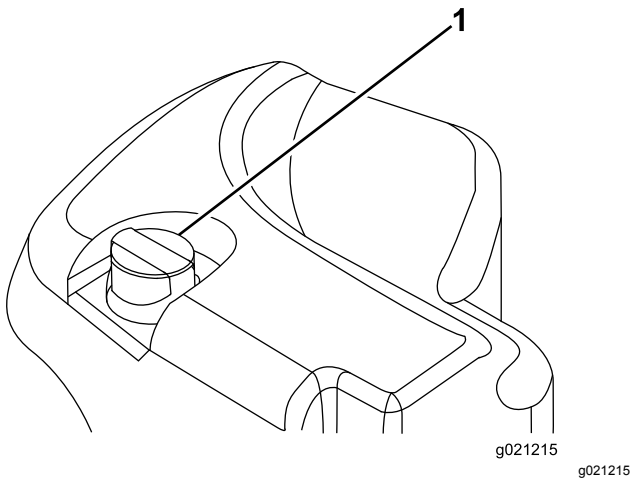

Figure 14
2. Nettoyez la surface autour du goulot de remplissage et du bouchon du réservoir hydraulique (Figure 14).